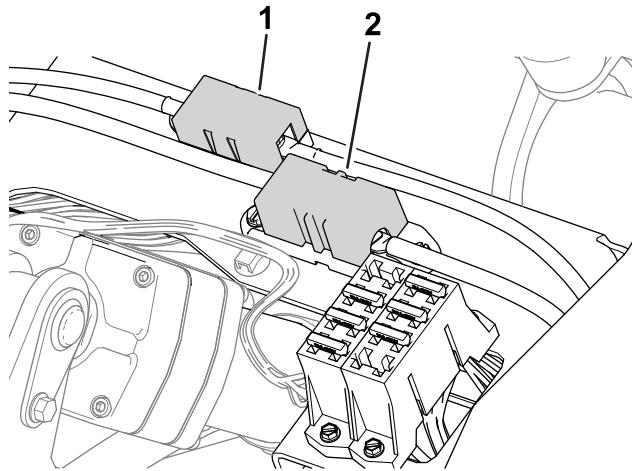

Figure 56
- Les fusibles de l'alternateur (100 A) et du moteur de roue droite (60 A) se trouvent sous le siège (Figure 56).